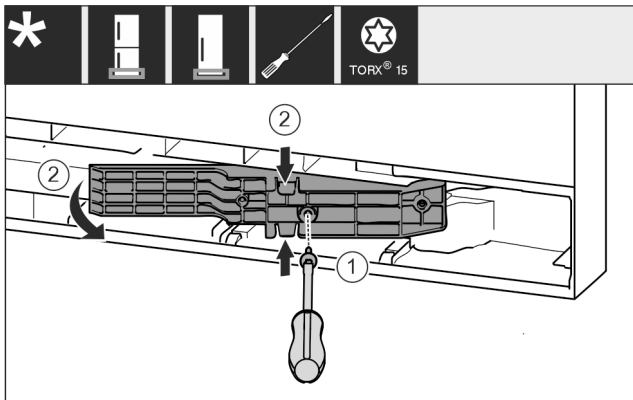

Fig. 18 *
- ▶ Schroeven met schroevendraaier T15 losdraaien. Fig. 18 (1)*
- ▶ Adapterstuk eruit trekken. Fig. 18 (2)*